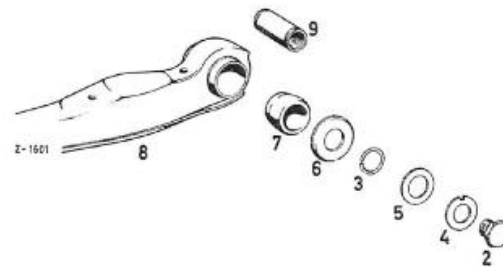

Bild 35-3/6
6 Lagerbolzen (9) und Gummilager (7) herausnehmen (Bild 35-3/6).